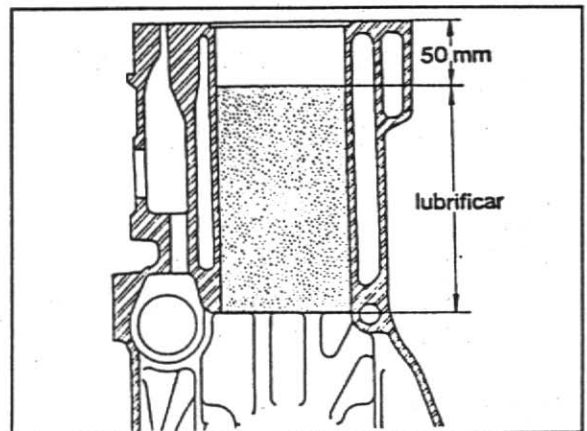

Fig. 10
2. Lubrifique o alojamento da camisa na faixa de 50 mm da face superior do bloco para baixo. A faixa superior deverá ficar limpa e isenta de óleo ou graxa, fig. 10.